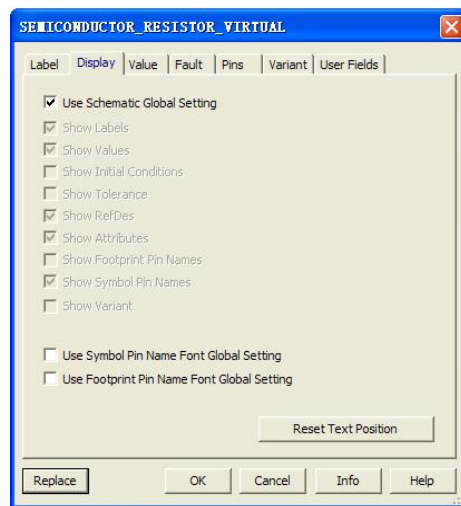

图 1-18 Display 选项卡
③ 在 Attributes 选项区域中，用户可记录所用的电阻的相关信息，如元件名称、参数值及制造者等。
2) Display 选项卡如图 1-18 所示。用于确定元件在电路窗口中所要显示的信息。
若选择 Use Schematic Global setting 选项，则按 Options, Preferences, Circuit 的设置显示元件。反之，则按图 1-18 所示灰色选项设置元件的显示。比如其中：